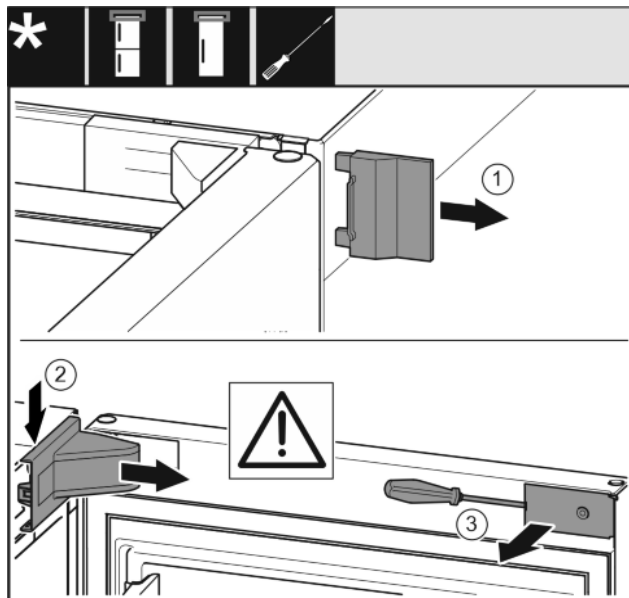

Fig. 8
- ▶ Снимите внешнюю крышку. Fig. 8 (1)
- ▶ Освободите и отсоедините крышку опорного кронштейна. Снимите крышку опорного кронштейна. Fig. 8 (2)
- ▶ При помощи шлицевой отвертки освободите накладку и отведите в сторону. Fig. 8 (3)